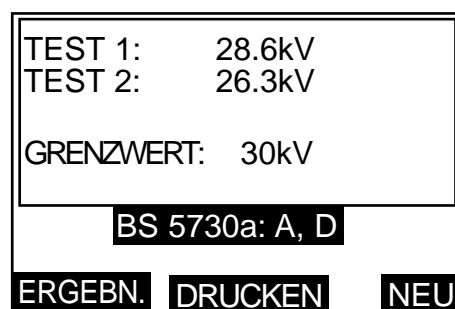

Abbildung 68: Anzeige der Ergebnisse von BS5730a-Tests
Nach Drücken der linken, mit ERGEBN. gekennzeichneten Taste ändert sich die obere Hälfte der Anzeige und meldet die Durchschlagsspannung zusammen mit dem Spannungsgrenzwert. Die Anzeige erscheint wie in Abbildung 68 dargestellt.
14. Nach Abschluß des oder der Tests (1, 2 oder 3) wird die entsprechende Mitteilung GUT oder FEHLER angezeigt. Mit der rechten, mit NEU gekennzeichneten Taste kehren Sie zur Auswahlanzeige GERÄTEKATEGORIE zurück. Nach Drücken der linken, mit ERGEBN. gekennzeichneten Taste ändert sich die obere Hälfte der Anzeige und meldet die Durchschlagsspannung(en) zusammen mit dem Spannungsgrenzwert. Die Anzeige erscheint wie in Abbildung 68 dargestellt.